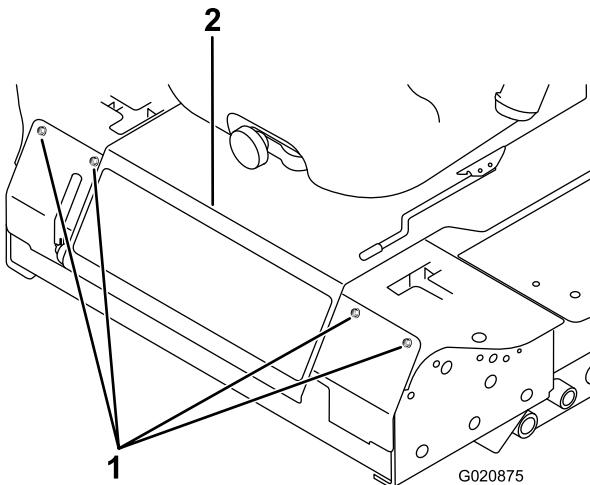

Figura 77
3. Afloje los pernos del panel delantero y retire el panel (Figura 77).